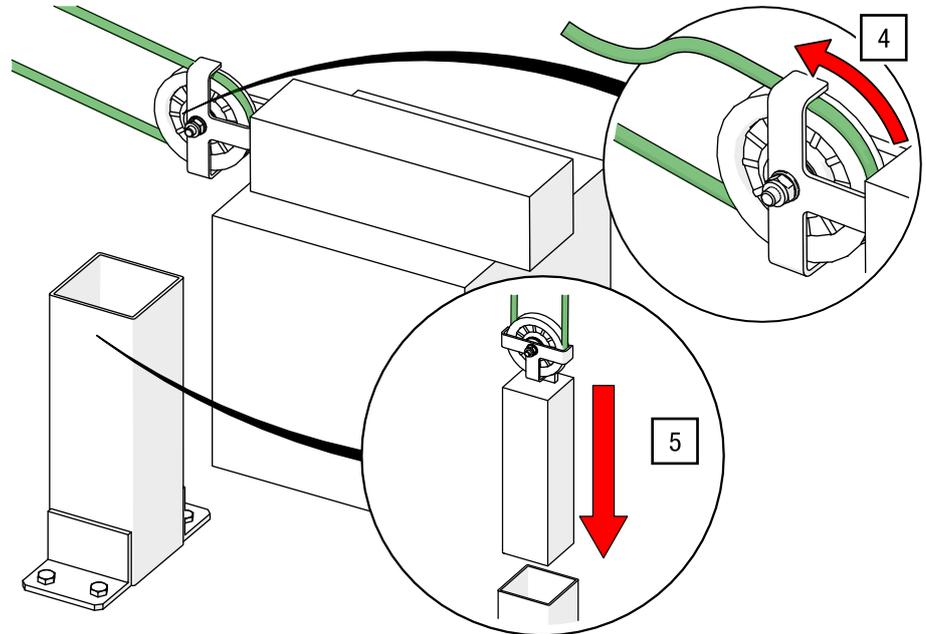

Abb. 129: Gegenspannrolle mit Kontergewicht – Seil durch Rolle fädeln und Gewicht in Korb einführen
4. Führen Sie das Seil durch die Rolle und vollständig nach oben in den Schienenverlauf entsprechend der Seilführungsvariante (siehe Abb. 129 und *Kapitel 5.4 Zugseil und Seilführung* [► S. 65]).
5. Hängen Sie das an der Gegenspannrolle befestigte Gewicht in den Führungskorb ein (siehe Abb. 129).